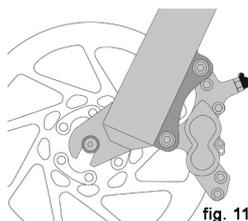
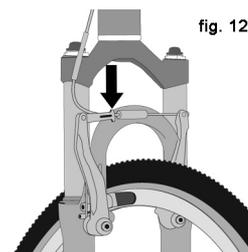

fig. 11
fig. 12
(1) Se la Vostra bicicletta possiede dei freni che agiscono sul cerchio, sganciare il meccanismo di rilascio rapido per accrescere lo spazio tra la copertura ed i pattini freno (Vedere la Sezione 4.C fig. 11 fino a 15).
**3. Alcune tipologie di freni per biciclette, come i freni a disco (fig. 11) ed i freni a tiraggio lineare (fig. 12), sono estremamente potenti. Ponete cautela nel prendere familiarità con questi freni ed usate una particolare attenzione quando li usate.**
La maggior parte dei freni a ganaschia possiede un dispositivo meccanico di rilascio rapido per permettere ai pattini freno di distanziarsi dalla copertura quando la ruota deve essere rimossa od installata. Quando il rilascio rapido è in posizione aperta, il freno è in condizione non operativa. Chiedete al Vostro rivenditore di insegnarVi la maniera corretta in cui funziona il rilascio rapido sulla Vostra bicicletta (figure 12, 13, 14 e 15) e controllate ogni volta prima di salire in bicicletta che i freni funzionino correttamente.